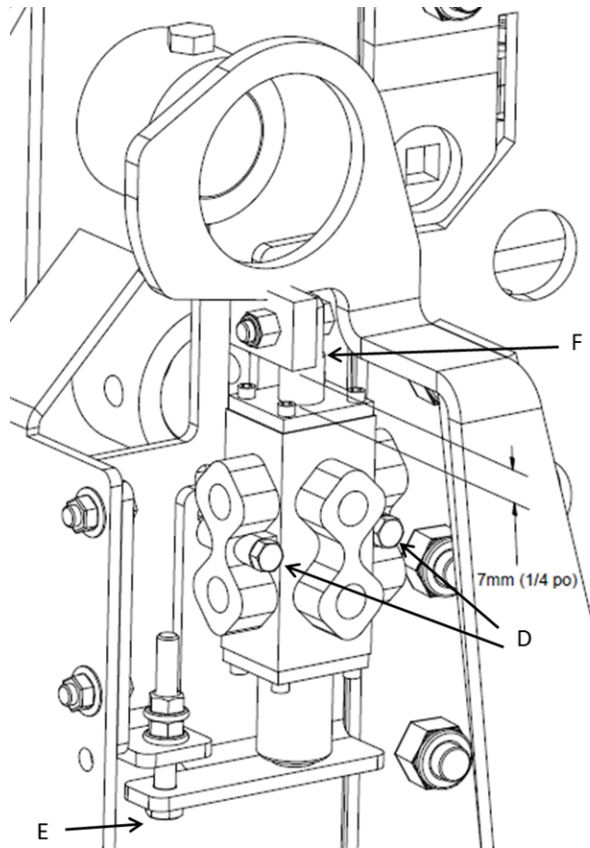

Figure 15 — Ajustement de la valve déviatrice
8. Remettez la came de la valve déviatrice en place en centrant le trou de la came avec le centre du pivot du bras (voir la Figure 15).
10. Desserrez les boulons (D) qui retiennent la valve déviatrice en place (voir la Figure 15) pour que la valve puisse glisser vers le haut.
11. Vissez le boulon (E) sous la plaque de soutien de la valve jusqu'à ce que le haut des vis sur le dessus de la valve soit à 7 mm (1/4 po) du dessous de la plaque fixée au plongeur (F).
12. Revissez les boulons (D) pour maintenir la valve dans cette position.